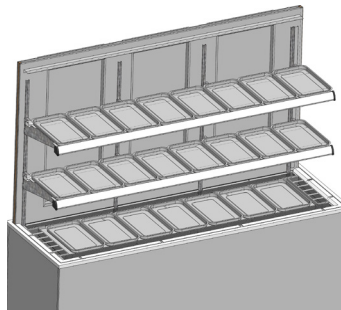

Figura 11: Colocação das bandejas no suporte
2. Encaixe as bandejas nos suportes que já estão fixados no produto conforme figura 11.